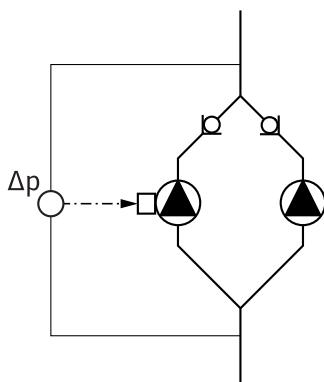

Fig.18: Przykład podłączenia czujnika różnicy ciśnień
- W przykładzie na rys. 18 pompą nadrzędną jest pompa po lewej stronie patrząc w kierunku przepływu. Do tej pompy należy podłączyć czujnik różnicy ciśnień.
- Punkty pomiaru czujnika różnicy ciśnień pompy nadrzędnej muszą się znajdować w danej rurze zbiorczej po stronie ssawnej i tłocznej układu dwupomgowego (rys. 18).